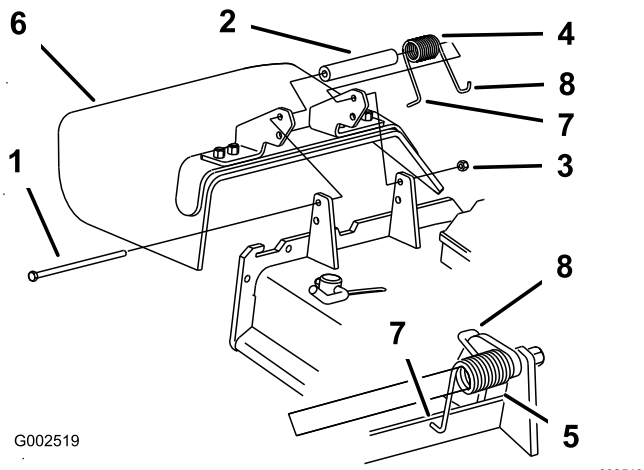

Figura 47
1. Retire la contratuerca, el perno, el muelle y el espaciador que sujetan el deflector a los soportes de pivote (Figura 47).
Nota: Asegúrese de colocar el extremo en **L** del muelle detrás del reborde de la carcasa antes de instalar el perno, según muestra Figura 47.
5. Coloque el extremo en **J** del muelle alrededor del deflector de hierba (Figura 47).